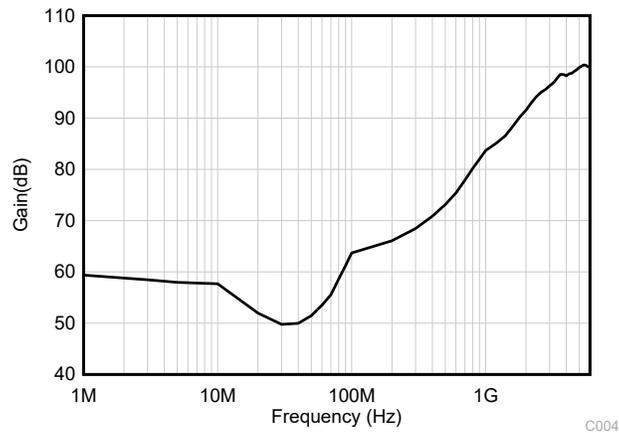

图 7-1. EMIRR 测试
TLV915x 采用集成电磁干扰 (EMI) 滤波减少无线通信设备、混合使用模拟信号链和数字元件的高密度电路板等干扰源产生的 EMI 效应。通过电路设计技术可改进 EMI 抗扰度；TLV915x 受益于这些设计改进措施。德州仪器 (TI) 已经开发出在 10MHz 至 6GHz 宽频谱范围内准确测量和量化运算放大器抗扰度的能力。图 7-1 显示了 TLV915x 上的测试结果。表 7-1 显示了实际应用中 TLV915x 在常用特定频率下的 EMIRR IN+ 值。运算放大器的 EMI 抑制应用报告包含了与运算放大器相关的 EMIRR 性能主题，该报告可通过 www.ti.com 下载。